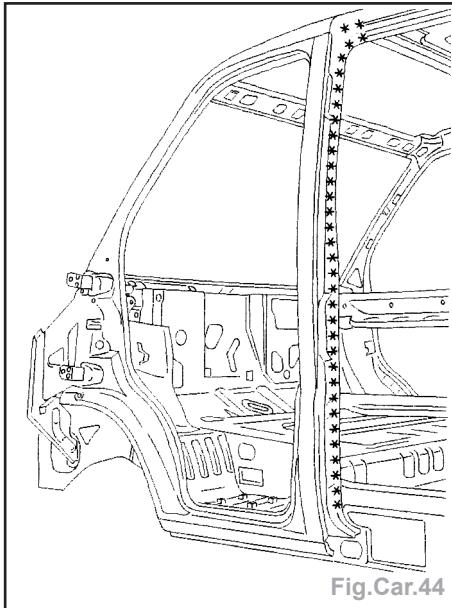

Fig.Car.44
- Dégrafer les lignes de points à l'aide d'une fraise de Ø 8 mm (Fig.Car.44).